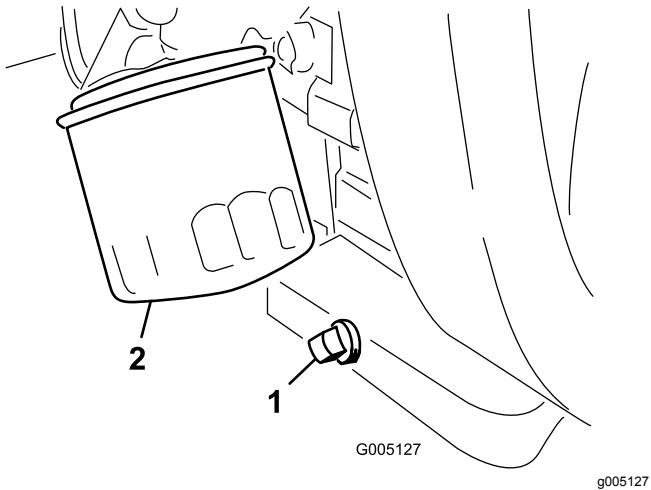

Figura 38
1. Retire el tapón de vaciado (Figura 38) y deje fluir el aceite a un recipiente apropiado.
- 2. Limpie las roscas del tapón de vaciado, aplique sellador de PTFE, e instale el tapón de vaciado (Figura 38).
- 3. Retire el filtro de aceite (Figura 38).